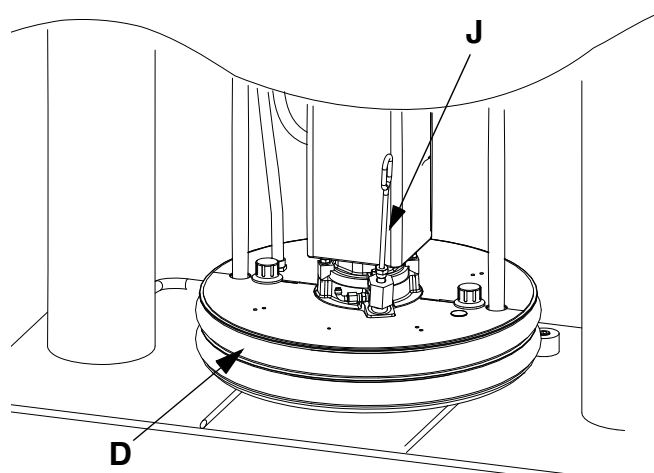

FIG. 17: Verwarmde volgplaat
3. Smeer de volgplaatafdichtingen (D) met vet of een smeermiddel dat compatibel is met de vloeistof die gepompt zal worden.
5. Zet een vol vat met vloeistof op de steun van de ram, schuif het terug tegen de vatstoppen en centreer het vat onder de volgplaat (D). Er is een optionele vatrolkit leverbaar, waardoor het eenvoudiger is om het vat op de steun te plaatsen. Bestel kit 255627.
6. Verwijder de zelfontlastende stick van de zelfontlastende poort van de volgplaat (J). Zie FIG. 17.